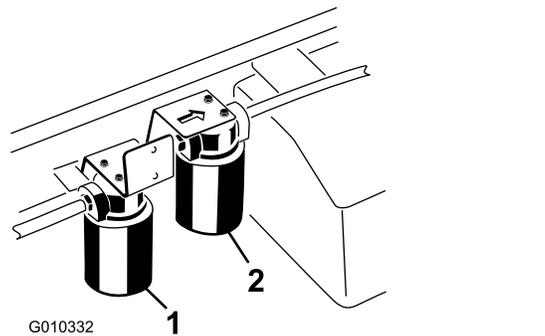

Figura 75
3. Collocate una bacinella di spurgo sotto il filtro, e tolgiate il filtro (Figura 75).
1. Pulite la superficie circostante il filtro ad alto flusso (Figura 75).